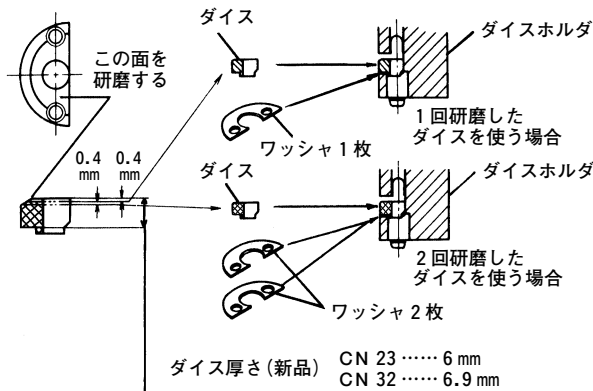

図 9
- (1) ダイスの研磨は右記表の切断長さを目安に、その上面を0.4 mmくらい平面研磨して使用してください。
- (2) 研磨したダイスをダイスホルダに取付ける場合には、1回研磨したものは付属のワッシャを1枚、2回研磨したものはワッシャ2枚を図9のように入れて取付けてください。